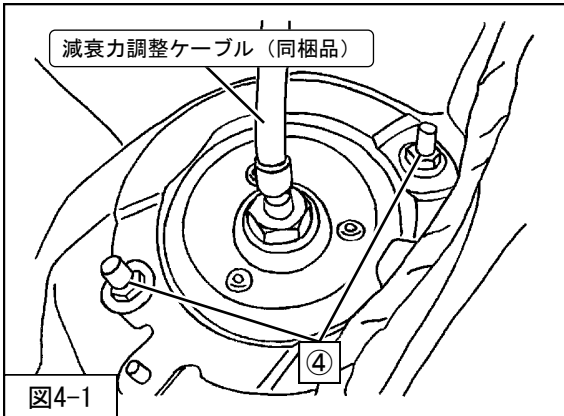

図4-1
を車両に取付けてください。(図4-1)
2. P11「減衰力調整方法」を参考に、減衰力調整ケーブル (同梱品) をリアサスペンションASSYに取付けてください。(図4-1)